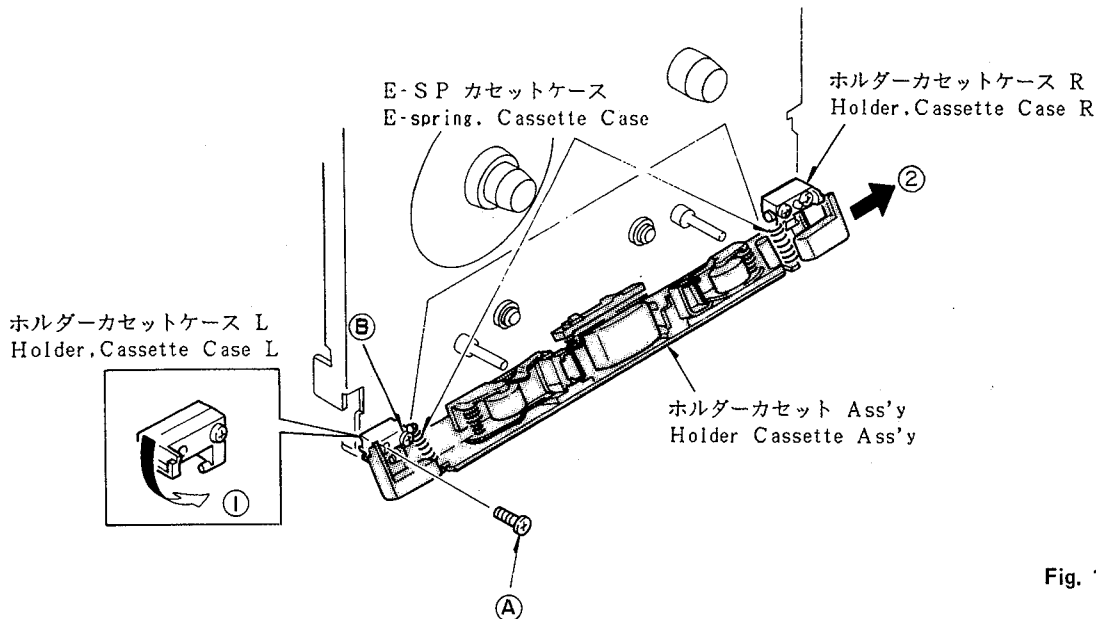

Fig. 1
- 2) ビス (A) をはずし、ビス (B) をゆるめホルダーカセットケース L を矢印①方向に回しながらホルダーカセット Ass'y を矢印②方向へスライドさせる。
尚ビス (B) はゆるめるだけでは必ず必要はありません。(Fig. 1 参照)
* Do not remove screw B for quick service procedure. (See Fig. 1)